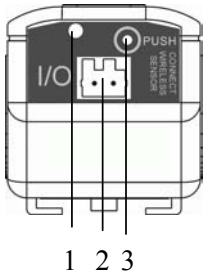

Abb. 1 Wireless-Sensor Bedienfront
Die Bedientaste Abb.1 (3) am Wireless-Sensor muss 1 Sekunde gedrückt werden, damit wird der Anmeldevorgang gestartet.
Bei der Funktion NC wird „OK“ gemeldet, wenn an der Klemme Abb.1 (2) eine Spannung zwischen 10 V und 30 V anliegt.
Liegt an der Klemme Abb.1 (2) keine Spannung an, meldet das System „Alarm“.
Soll der Digital-Eingang 7320.585 in dem NO-Modus betrieben werden, muss der Sensor umprogrammiert werden. Die Taste Abb.1 (3) am Wireless-Sensor muss 2 Sekunden gedrückt werden. Damit wird die Funktion umgestellt. Die Umstellung wird in der Wireless I/O Unit als Sensorwechsel dargestellt und muss an der Processing Unit II quittiert werden.
Bei der Funktion NO wird ein Alarm gemeldet, wenn an der Klemme Abb.1 (2) eine Spannung zwischen 10 V und 30 V anliegt.
Liegt bei der Klemme Abb.1 (2) keine Spannung an, meldet das System „OK“.
1. die Taste Abb.1 (3) 1 Sekunde drücken
2. durch mehrfaches drücken der Taste Abb.1 (3) die Ziffern 1 bis 5 wählen
Um einen Wireless-Sensor auf Werkseinstellung zurückzusetzen, muss die Taste Abb.1 (3) an dem Wireless-Sensor 5 Sekunden gedrückt werden, bis die Sensor-LED ein Dauerblinken signalisiert. Dann kann der Taster losgelassen werden.